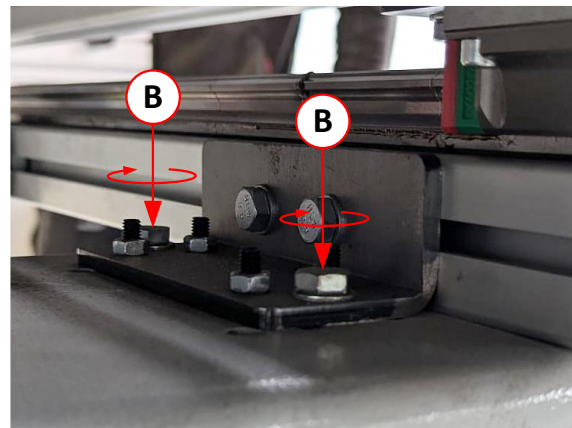
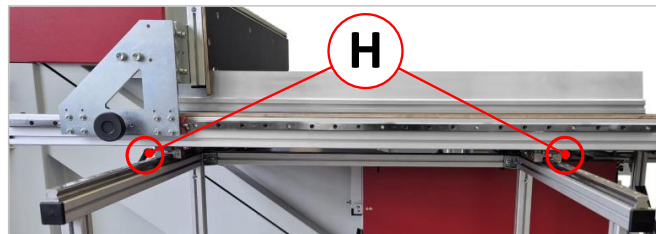

Figure 8 : Poser les vis de fixation (B) à la main
Figure 10 : leviers de serrage (H) pour la table coulissante gauche
Le montage sur le bâti de la machine s'effectue à l'aide des deux trous (L) dans les deux équerres de fixation (W) qui sont déjà vissées avec les profilés de la table coulissante gauche. Utilisez les vis à tête hexagonale M8 fournies (⇒ Figure 8).
| | <ul style="list-style-type: none"> • Les quatre vis à tête hexagonale (B) dans les deux équerres (voir ⇒ Figure 8) doivent être en position desserrée (seulement appliquées à la main, pas serrées). • Les deux leviers de serrage (H) sous la table coulissante gauche (⇒ Figure 10) doivent être ouverts. • La protection de la lame de scie doit se trouver en position haute. • Une lame de scie à ruban doit être installée et correctement tendue. |
6. Dès que la table coulissante gauche a été alignée correctement, elle peut être fixée définitivement. Pour ce faire, les vis hexagonales (**2**) des équerres de fixation (⇒ Figure 8) sont serrées à l'aide d'une clé plate de 13.